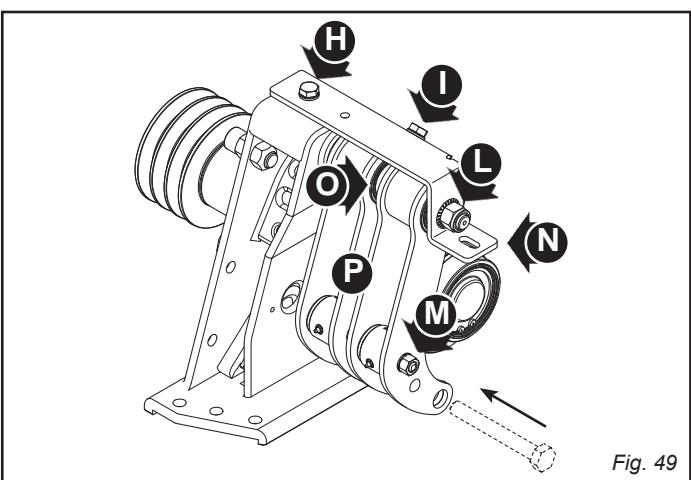

Fig. 49
- Вынуть распорные штифты (M, рис. 49).
- Ослабить и вынуть винты L, H, I (рис. 49).
- Снять опору (N, рис. 49).
- Снять вилки (P, рис. 49).
- 1) Вставить новые вилки с промежуточной распоркой (O, рис. 49).
- 4) Правильно выровнять вилки с помощью сквозного штыря или винта (M20) (рис. 49).